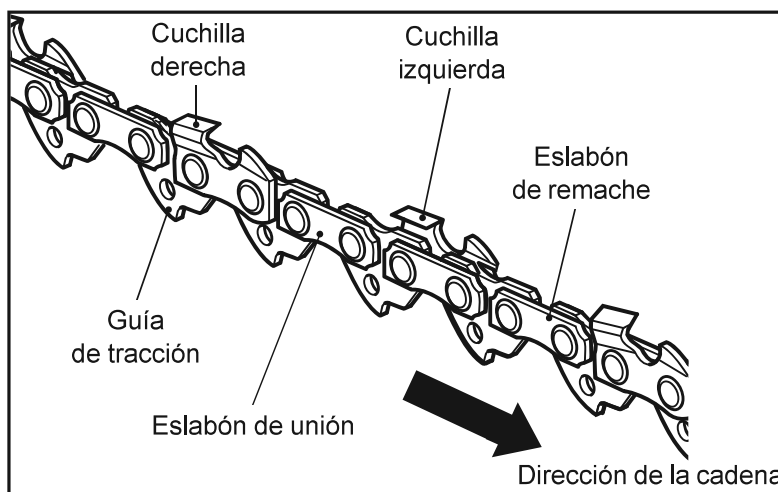

Fig. 39
2. La diferencia de altura entre el diente y el surco es la profundidad de corte. Al afilar la cadena (12), debe tener en cuenta los siguientes factores (Fig. 39).